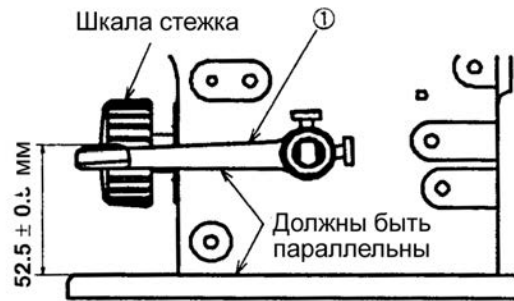

Рис. 42
<ol style="list-style-type: none"> Ослабьте установочные винты ① в основе неподвижного ножа. Переместите основу неподвижного ножа в положение как показано на Рис. 42, используя калибр неподвижного ножа, поставляемого как аксессуар. Основа неподвижного ножа должна касаться гнезда челночного вала с разницей в один шаг в горизонтальном направлении. Секция «С» калибра неподвижного ножа должна касаться лицевого окончания игольной пластины в горизонтальном направлении. Снимите основу неподвижного ножа и проведите регулировку таким образом, чтобы верхнее окончание неподвижного ножа касается секции «D» калибра неподвижного ножа и надежно зажмите установочные винты. В это время, расстояние от лицевого окончания игольной пластины до неподвижного ножа составляет 4.8 мм. <p>(Предупреждение)</p> <ul style="list-style-type: none"> • Когда снята основа неподвижного ножа заново проведите регулировку неподвижного ножа. 	<ul style="list-style-type: none"> ● Когда расстояние А слишком большое: <ul style="list-style-type: none"> • Давление ножа увеличится, что приведет к остановке двигателя. ● Когда расстояние А слишком маленькое: <ul style="list-style-type: none"> • Давление ножа уменьшится, что приведет к проблемам при обрезке нити.